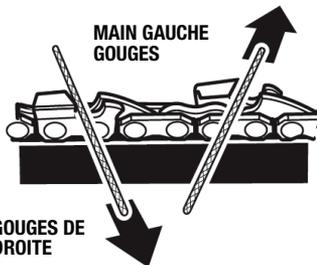

FIG 37
7. Effectuez plusieurs passages fermes sur chaque gorge. Limez toutes les gorges de gauche dans un sens. Passez ensuite de l'autre côté et limez les gorges de droite dans le sens opposé. Retirez la limaille de la lime de temps en temps à l'aide d'une brosse métallique. Voir fig. 37.